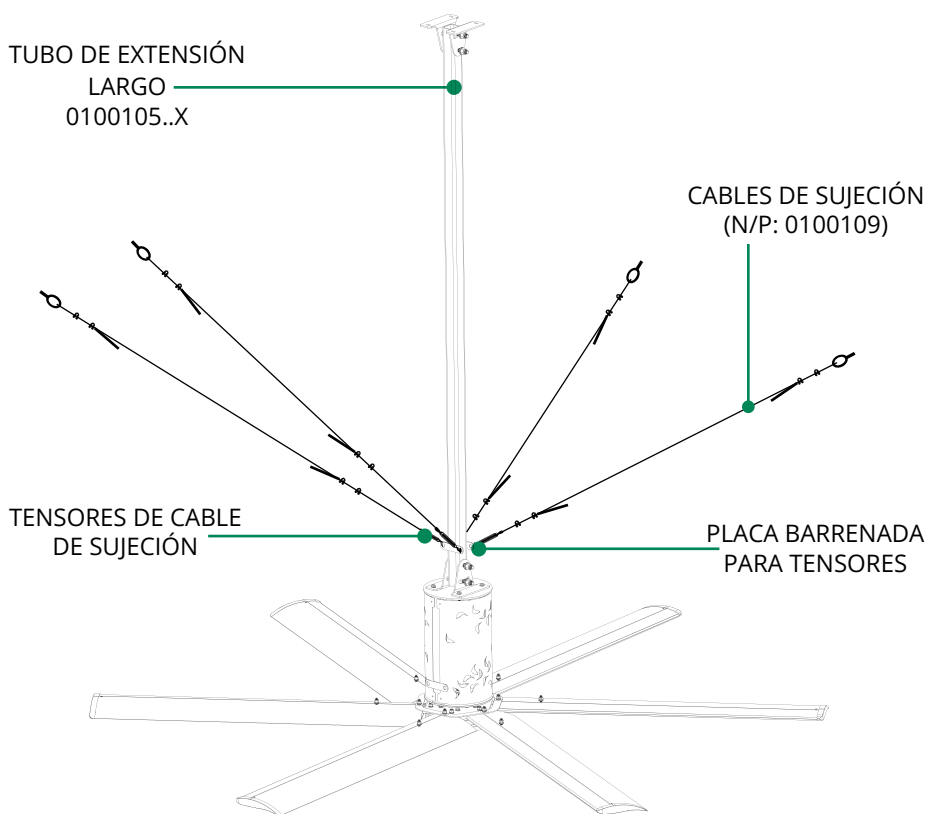

Fig. 17.3
17.3 Pasar el cable a través del ojillo del tensor y asegurarlo usando 2 nudos de sujeción (N/P: 01001092) y asegurar el gancho del tensor al barreno en la placa que se encuentra en el tubo de extensión largo. Fig. 17.3